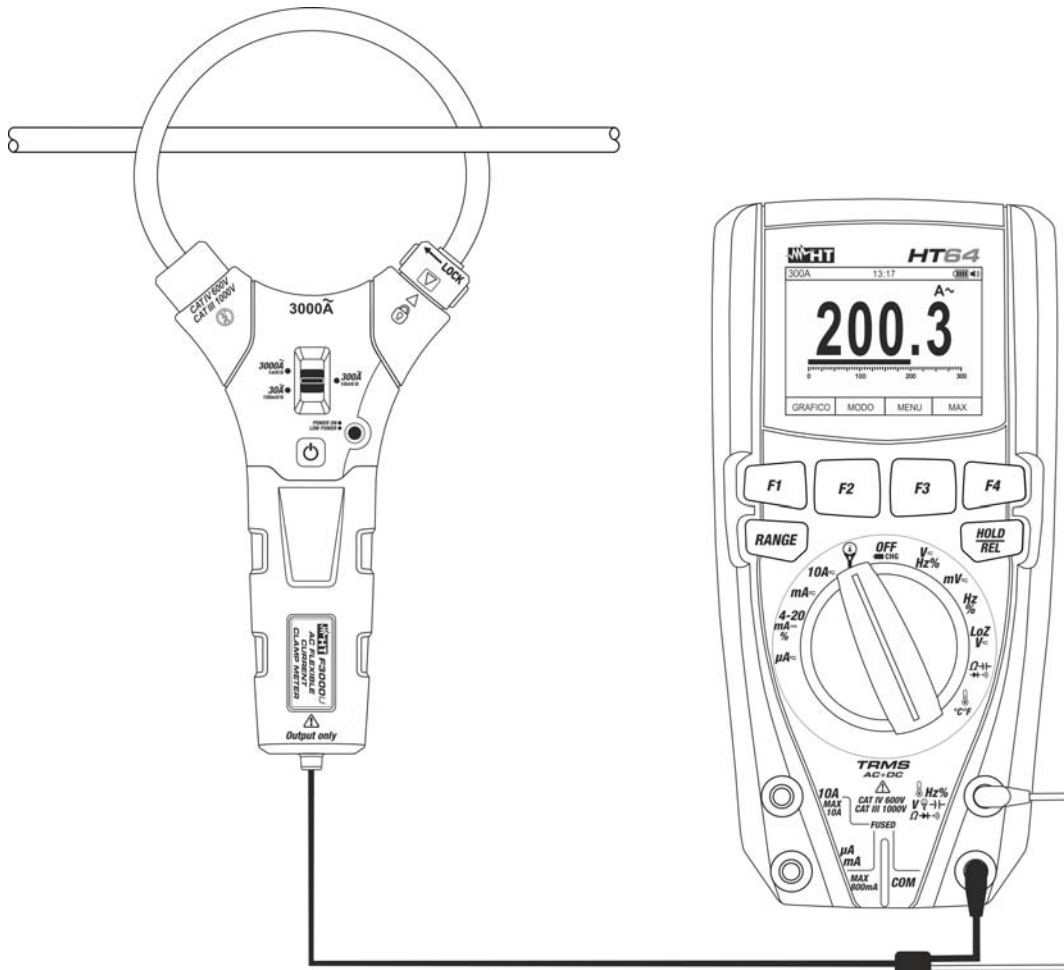

Fig. 4: Utilisation de l'instrument pour la mesure de Courant AC associé au modèle HT64
7. Ouvrir le tore et insérer le câble de phase au son centre du tore (voir la Fig. 4). La valeur de courant **exprimée en A** s'affiche à l'écran du multimètre